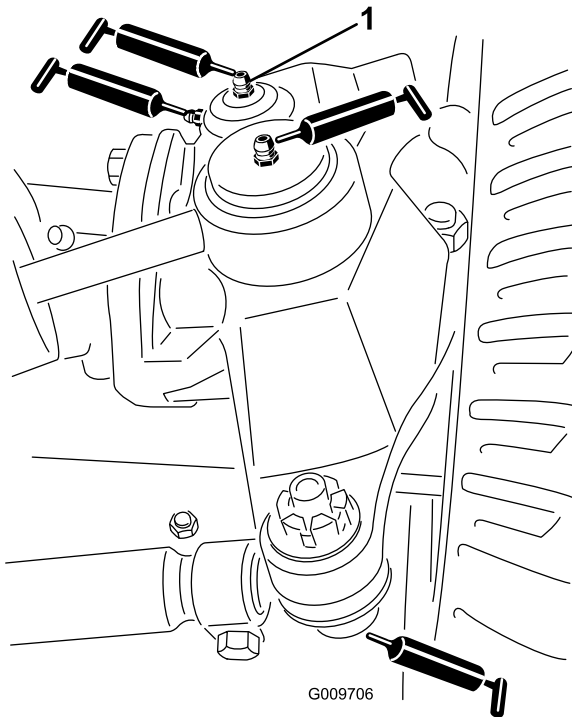

Bild 66
- Lenkzylinder-Kugelgelenke (2) (Bild 66)
- Spurstangen-Kugelgelenke (2) (Bild 66)
- Achsschenkelbolzen (2) (Bild 66) **Fetten Sie die obere Armatur am Achsschenkelbolzen nur einmal jährlich (2 Pumpen).**